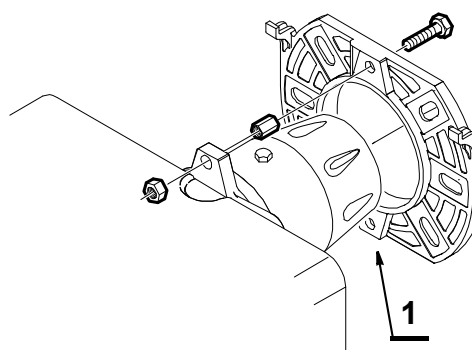

Fig. 7
- Insérer sur la bride 1) la vis et deux écrous, (voir Fig. 7).